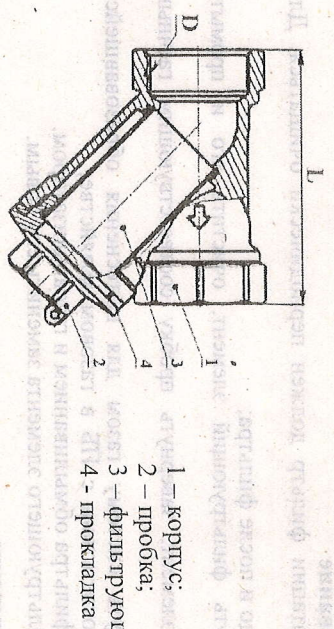

Рисунок 1 – Фильтр газовый пылеулавливающий (ПП)
1.3.1 Устройство и основные размеры фильтров приведены на рис.1.